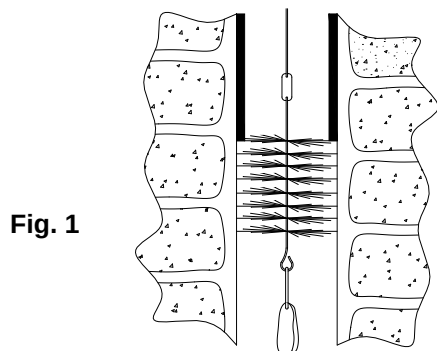

Fig. 1
- Una volta smontato il deflettore, è possibile accedere alla canna fumaria. Pulire il tubo della canna fumaria servendosi di una spazzola con un peso come illustrato nella Fig. 1.